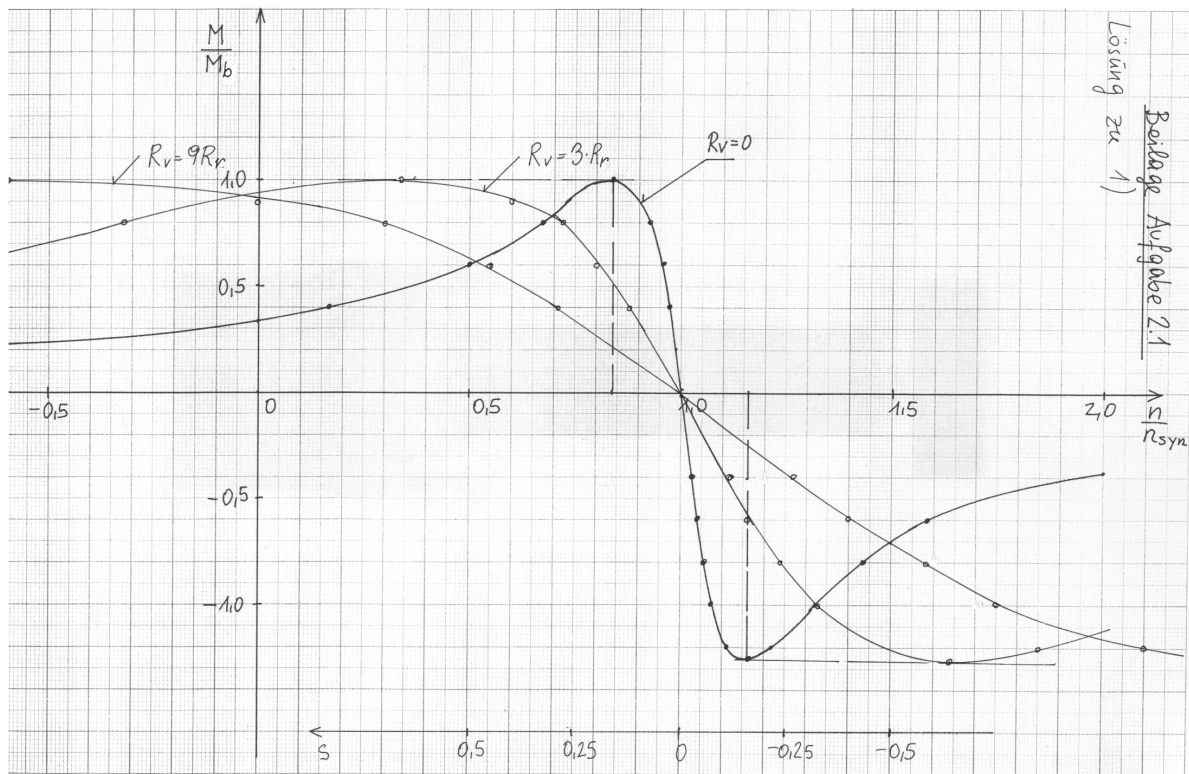

Bild 2.1-2: Drehmoment-Drehzahl Kennlinie bei $R_v = 0$, $R_v = 3R_r$, $R_v = 9R_r$.
b) $R_v = 9 \cdot R_r$: gleiche Vorgehensweise wie in a), aber mit Schlupf $s^* = 10 \cdot s$, siehe Bild 2.1-2.